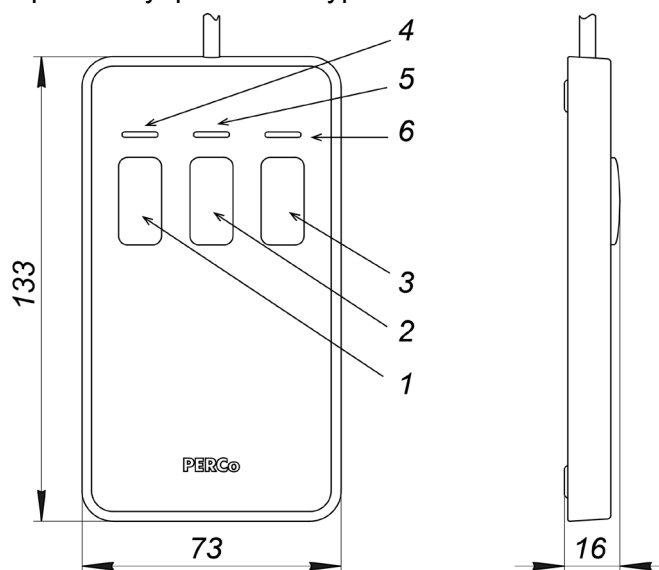

Рисунок 10. Общий вид и габаритные размеры ПДУ
Общий вид ПДУ показан на рис. 10. ПДУ (17) выполнен в виде небольшого настольного прибора в корпусе из ударопрочного АБС-пластика. ПДУ предназначен для подачи команд оператором при ручном режиме управления турникетом.